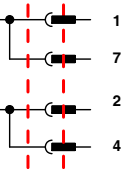

Figur 2.
8. Vrid vredet (position 3; figur 2) neråt så att pumpen går tillbaka samtidigt som cylindern belastas.
10. Vrid vredet (position 3; figur 2) neråt så att pumpen går tillbaka samtidigt som cylindern belastas.